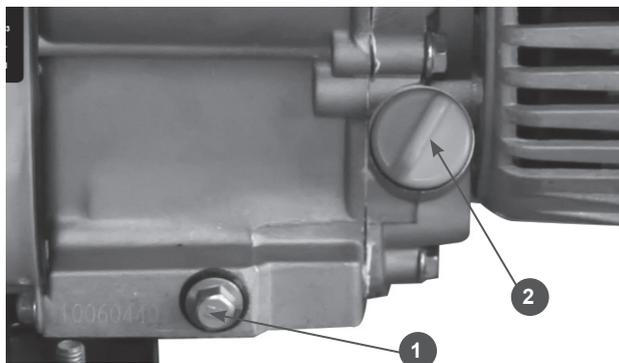

Рис.8
1. Извлеките масляный щуп из заливной горловины (2) Рис.8
2. Открутите сливной болт(1) Рис.8 и слейте масло в подходящую емкость.